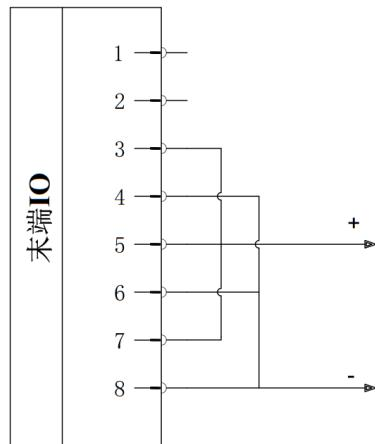

图 6-28 三针电源模式
2. 接线方法: 如图 6-28, 将电源线 (5 灰色) 与 TI1/TO1/PWR1 线 (7 蓝色) 和 TI3/TO3/PWR2 线 (3 绿色) 连接, 接地线 (8 红色) 与 TI0/TO0/GND1 线 (6 粉红色) 和 TI2/TO2/GND2 线 (4 黄色) 连接。